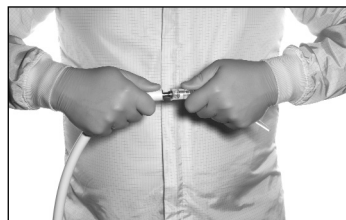

FIGURA 3. UNIÓN DE LA PUNTA DESMONTABLE AL CABLE DE FIBRA ÓPTICA
- Acoplar la punta desmontable al cable de fibra óptica sujetando firmemente la punta en el extremo del enchufe y el cable en la punta del conector y empujando el enchufe de la punta hacia la punta del conector de acoplamiento del cable (ver figura 3). NO LUBRIQUE el conector metálico del cable de fibra óptica NI NINGUNA otra parte de la conexión entre el cable de fibra óptica y la punta desmontable. La parte exterior del sistema montado se debe lubricar antes de realizar el paso. El conector en la punta 40 F es diferente del conector en la punta 50 F y del conector en la punta 56 F; no obstante, las puntas se acoplan exactamente de la misma manera. El cable de fibra óptica no se puede usar en el paciente si no está desconectada la punta desmontable, dado que esto podría ocasionar una lesión térmica.